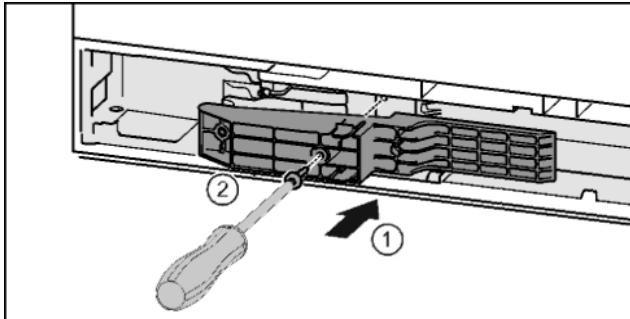

Fig. 42*
- Вставить деталь адаптера в отверстие на стороне ручки. Fig. 42 (1)*
- Затянуть винты отверткой T15. Fig. 42 (2)*